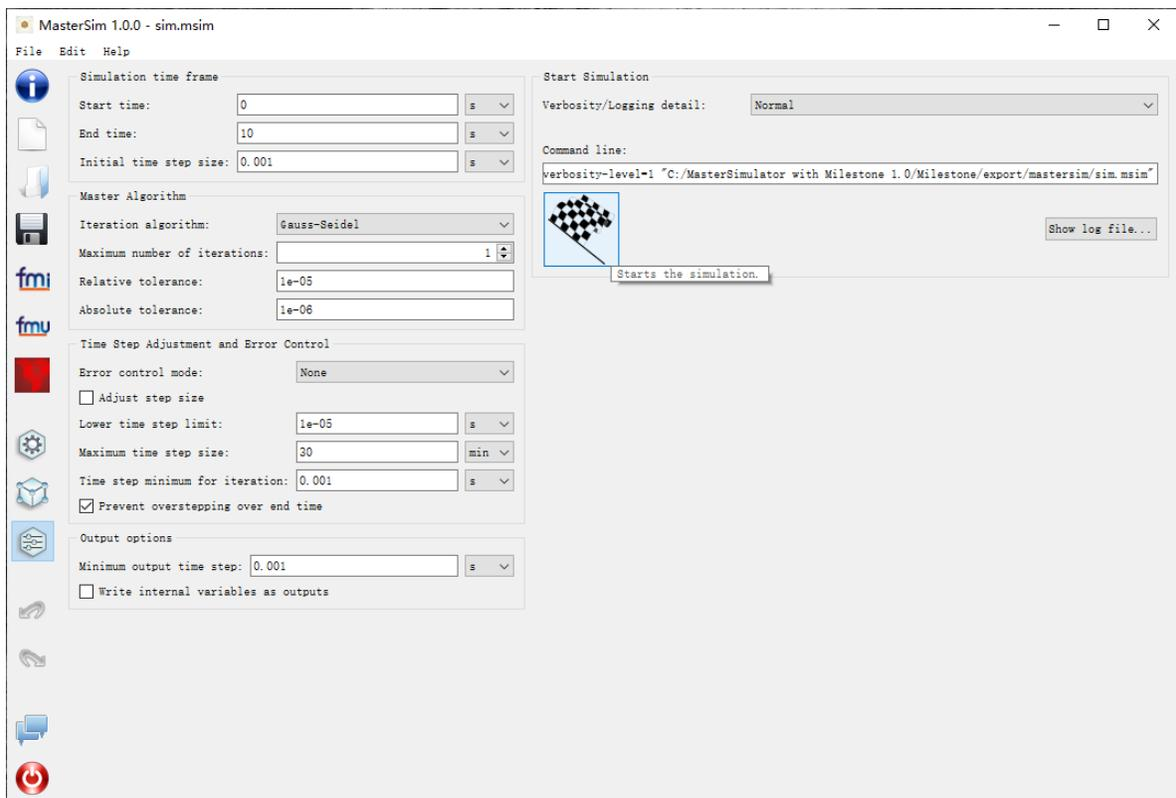

图 3.11: MasterSim 中的仿真配置
- MasterSim 左侧的功能选择按钮可以启动 Milestone，测试 FMU 中的信息，启动后处理程序，以图或表格的方式配置模型间的连接，以及配置仿真求解器参数等，请参考其 官方文档1 获得更详细的信息。此处可直接使用示例中配置好的参数，点击“开始仿真”按钮，如 图 3.11 。